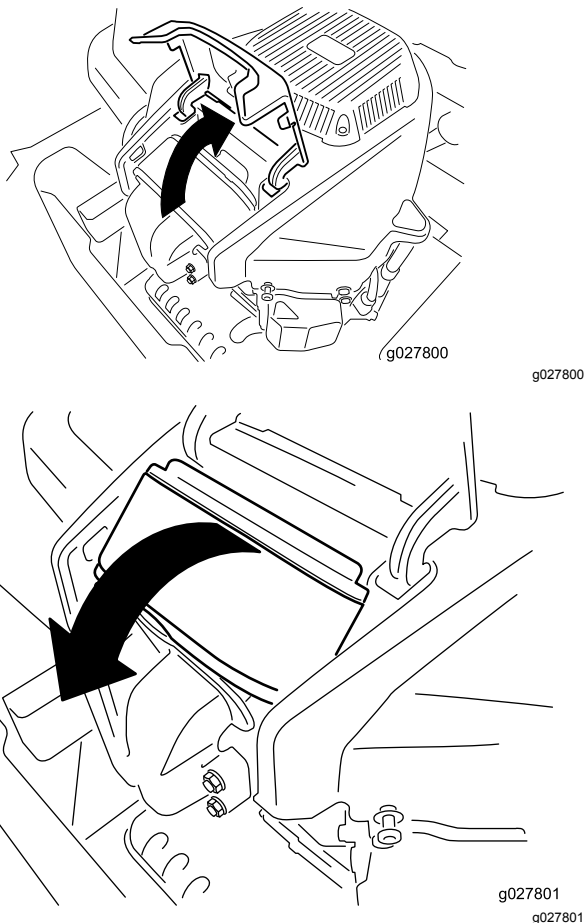

Figure 27
4. Soulevez le couvercle et faites pivoter le filtre à air hors du moteur (Figure 27).